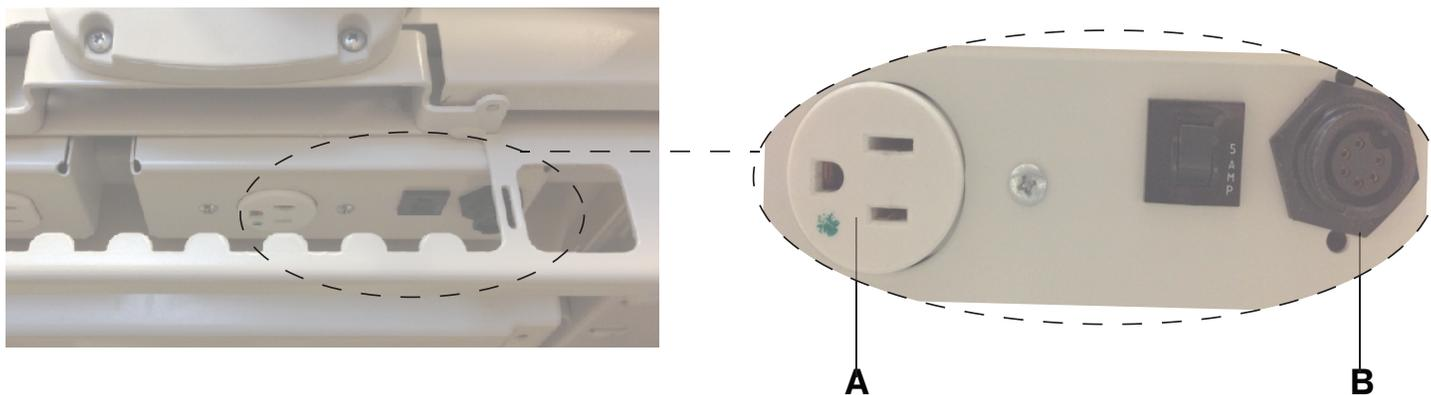

Figure 2 – Prise électrique auxiliaire côté pieds du lit InTouch et raccord de matelas
6. Passer la sangle de retenue dans les deux anneaux en D (C), des deux côtés.
12. Brancher le câble d'intégration du côté pieds de la surface de soutien sur l'adaptateur de câble (B) du lit **InTouch** (Figure 2).
15. Brancher le cordon d'alimentation électrique de la surface de soutien à la prise électrique auxiliaire (A) côté pieds du lit **InTouch** (Figure 2).